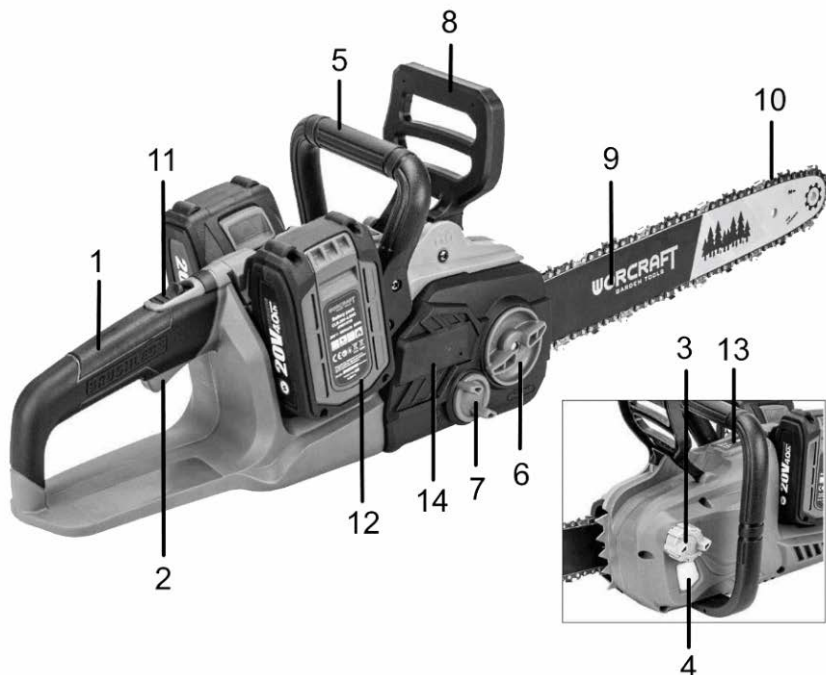
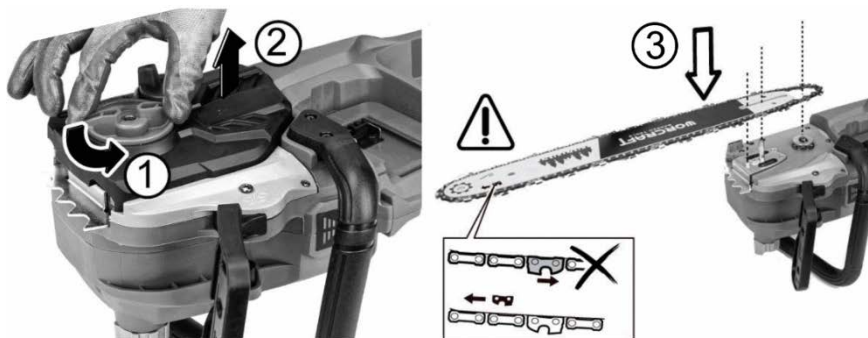
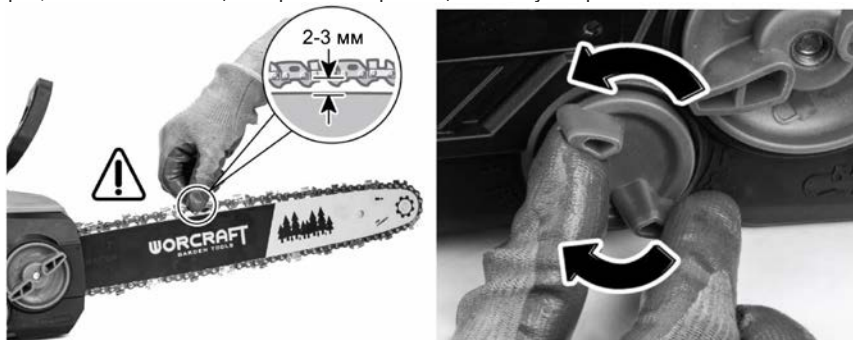

Рисунок 1
Рисунок 2
Рисунок 4
2.2.1 Виріб складається з електродвигуна, який передає крутний момент через редуктор на приводну зірочку, яка протягує ланцюг по напрямній шині. Виріб оснащений системою змащення ланцюга. Пиляльна гарнітура консольного типу, складається з пиляльного ланцюга (10, рисунок 1) і напрямної шини (9, рисунок 1).
2.2.2 Для найбільш безпечного користування виріб оснащений інерційним гальмом пиляльного ланцюга, яке передбачене для захисту користувача від травм при віддачі пили в результаті неухважної роботи. Пиляльний ланцюг при спрацюванні гальма зупиняється протягом часток секунди. Гальмо ланцюга при віддачі може вмикатися як вручну, через переведення лівою рукою важеля щитка (8, рисунок 1) у бік пиляльної гарнітури, так і автоматично - під дією сили інерції самого важеля.
2.2.3 Виріб має конструктивну можливість зручного і безпечного ручного натягу ланцюга без застосування інструментів. Натяг забезпечується обертанням рукоятки натягувача ланцюга (7, рисунок 1).
2.2.4 У виріб вбудована захисна система активації/деактивації електричного живлення для уникнення ненавмисного запуску. Перед початком роботи необхідно спочатку активувати електричне живлення виробу, натиснувши й утримуючи кнопку «ON/OFF» (13, рисунок 1) протягом приблизно двох секунд поки не почне світитись світлодіодний блок, розташований поруч. Це означає, що живлення ввімкнене і виріб готовий до запуску. Якщо протягом однієї хвилини пила не використовується, електронна система запуску вимикає електроживлення, тому, щоб відновити роботу пилюю, необхідно повторно активувати систему електроживлення кнопкою «ON/OFF».
2.2.5 Світлодіодний блок індикації робочого стану (13, рисунок 1) показує поточний стан акумуляторних батарей (продаються окремо!) після активації системи електроживлення.
3.1 Монтаж пиляльної гарнітури (дивіться рисунок 2 і 3)
3.1.2 Відкрутіть фіксатор захисної кришки приводної зірочки (6, рисунок 1) та зніміть захисну кришку (14, рисунок 1) вузла приводної зірочки (дія 1 і 2 відповідно, рисунок 2).
3.1.3 Одягніть пиляльний ланцюг (10, рисунок 1) на шину (9, рисунок 1), звернувши увагу на напрямок обертання ланцюга (різальні кромки зубців ланцюга повинні дивитися в напрямку його обертання).
3.1.4 Розмістіть ланки ланцюга навколо приводної зірочки. Встановіть напрямну шину на корпус виробу, таким чином, щоб напрямні втулки вільно увійшли в отвори на шині (дія 3, рисунок 2).
3.2 Регулювання (натягування) ланцюга (дивіться рисунок 4)
Перед початком роботи необхідно перевірити натяг пиляльного ланцюга (10, рисунок 1) і впевнитися у правильності його встановлення. Для цього перевірте прозір, відтягнувши ланцюг від краю напрямної шини (9, рисунок 1) у її середній частині, та впевніться, що він складає приблизно 2-3 мм (дивіться рисунок 4). У разі необхідності відрегулюйте натяг ланцюга. Для цього:
- переведіть важіль захисного щитка (8, рисунок 1) у бік пиляльної гарнітури (гальмо ланцюга активоване);
- обертайте рукоятку натягувача ланцюга (7, рисунок 1) за годинниковою стрілкою для натягування, або проти годинникової стрілки для ослаблення натягу ланцюга (дивіться рисунок 4);
3.3.1 Заповнення бака оливою потрібно виконувати при від'єднаній акумуляторній батареї (12, рисунок 1) для уникнення випадкового запуску двигуна.
3.3.2 Очистьте поверхню навколо кришки масляного бака (3, рисунок 1), щоб бруд не потрапив усередину.
3.3.3 Відкрутіть гвинтову кришку (3, рисунок 1) й покладіть її убик так щоб не загубити герметувальну прокладку. За допомогою лійки залийте в бак необхідну кількість оливи (до 230 мл), контролюючи рівень через напівпрозоре вікно (4, рисунок 1). Щільно закрутіть кришку бака.
- гальмо ланцюга не активовано (ланцюг рухається), коли важіль захисного щитка (8, рисунок 1) пересунутий у бік основної рукоятки (5, рисунок 1). Це нормальне положення при роботі.
- для активації системи електроживлення натисніть і утримуйте протягом 2-3 секунд кнопку «ON/OFF» (13, рисунок 1) поки не почнуть світитися світлодіоди блоку індикації робочого стану, які розташовані поруч (дивіться рисунок 6);
- переведіть щиток захисного пристрою (8, рисунок 1) у бік передньої рукоятки (5, рисунок 1) для деактивації гальма ланцюга (дивіться рисунок 7);
- посуньте кнопку блокування від ненавмисного запуску двигуна (11, рисунок 1) вперед (вбік передньої рукоятки), і натисніть пускову клавішу (2, рисунок 1) (дивіться рисунок 8).
- при світінні блока індикації (13, рисунок 1) червоним кольором, слід зменшити натискання на пиляльну гарнітуру при роботі, щоб не перевантажувати електродвигун.
- вимкніть електроживлення пили вимикачем (13, рисунок 1);
- від'єднати акумуляторні батареї (12, рисунок 1);